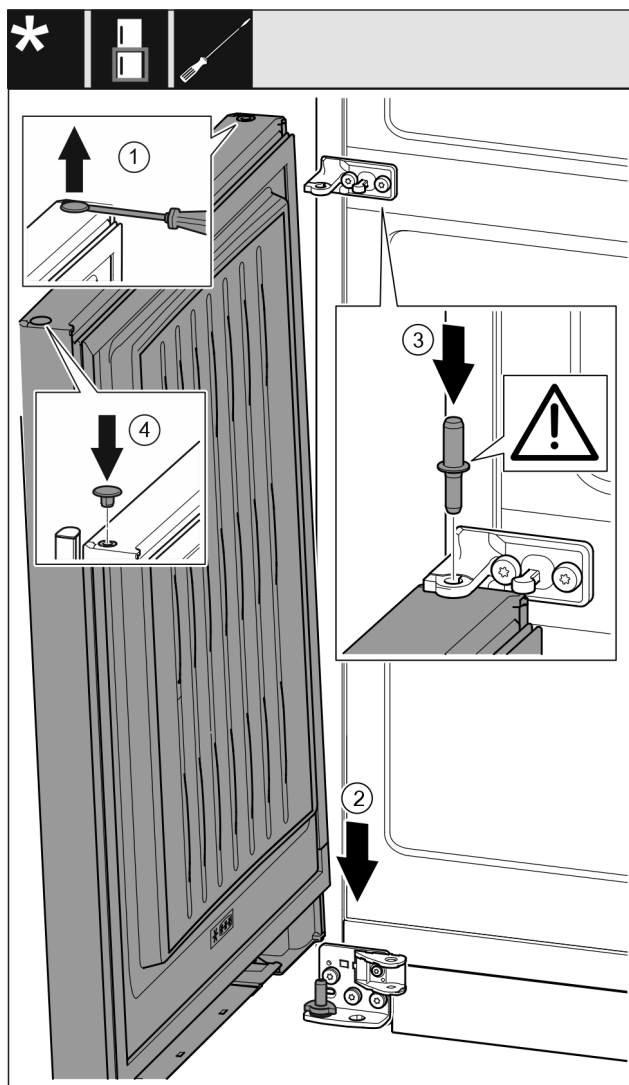

Fig. 52
- Ridicați cu precauție dopul Fig. 52 (1) cu o șurubelniță plată și extrageți-l.
- Așezați ușa Fig. 52 (2) de sus pe bolțul inferior de lagăr.
- Introduceți bolțul central de lagăr Fig. 52 (3) prin mijlocul suportului de lagăr în ușa inferioară. Aveți grijă aici ca respectiva camă de fixare să fie îndreptată către înapoi.
- Introduceți dopul Fig. 52 (4) pe partea opusă a ușii.